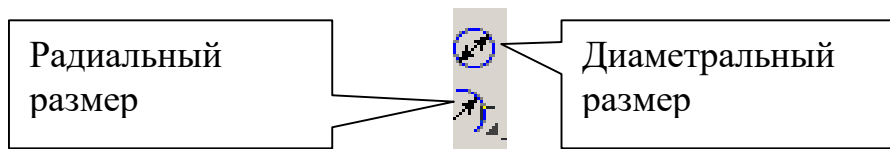

Рис. 7
2. Для простановки радиальных размеров на панели **Размеры** активизируйте команду **Радиальный размер**, рис. 7.
3. Для простановки диаметральных размеров на панели **Размеры**  активизируйте команду **Диаметральный размер**, рис. 7. При простановке размеров числовые значения и стрелки не должны пересекаться штриховкой и линиями. Для этого необходимо выполнить следующую настройку: **Сервис – Параметры – Текущий фрагмент – Перекрывающиеся объекты**.